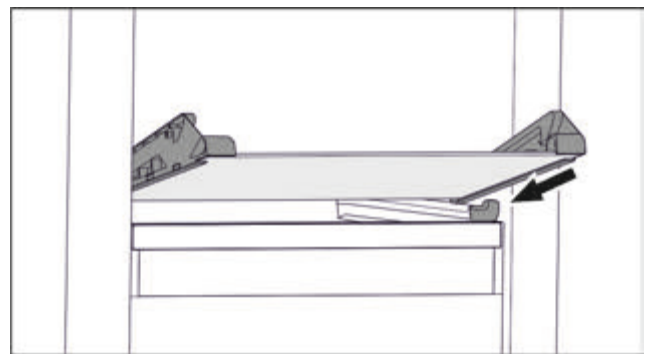

Fig. 64 Скляна пластина відкидного висувного ящика
- ▶ Встановити скляну пластину за стопорами навскоси. (див. Fig. 64)